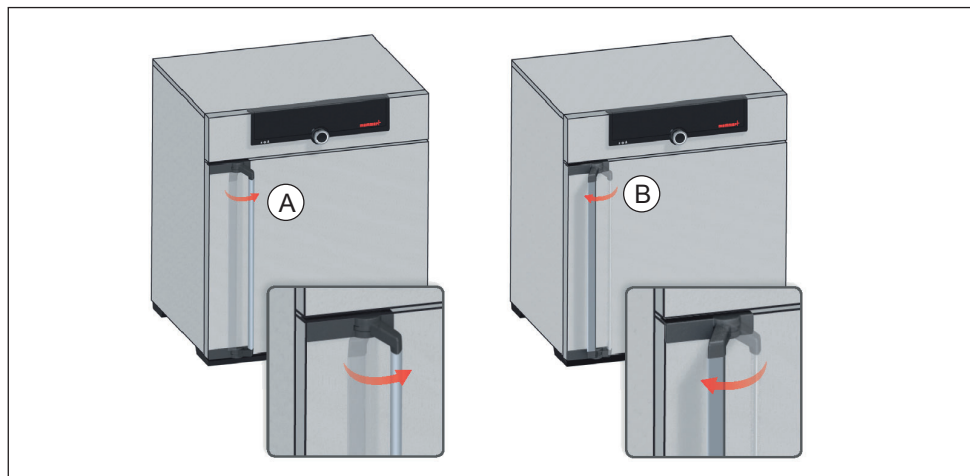

Abb. 16 Tür öffnen und schließen
- ▶ Zum Öffnen der Tür Türgriff zur Seite ziehen (je nach Türvariante links oder rechts, Abb. 16, A) und Tür ganz aufmachen.
- ▶ Zum Schließen Tür zudrücken und Türgriff zur Seite drücken (B).